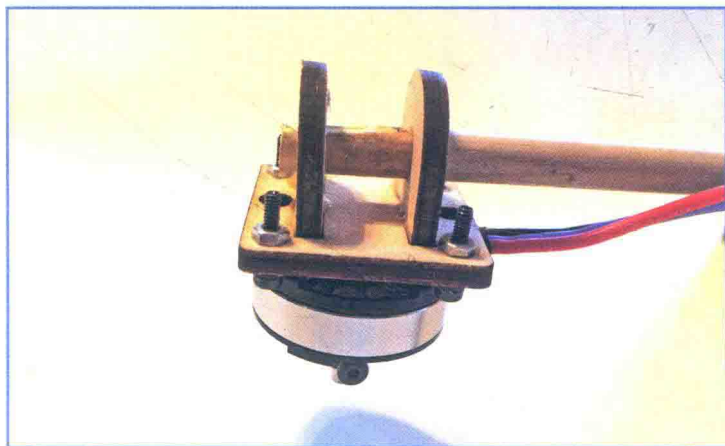

图 7.11 接下来，安装马达
6. 用 M2 螺丝和螺母将马达固定在安装板上。你可能想用某种螺纹锁固方案或者防松螺丝固定这些螺丝。一旦安装了马达，重力会使其旋转，面向正下方，如图 7.11 所示。